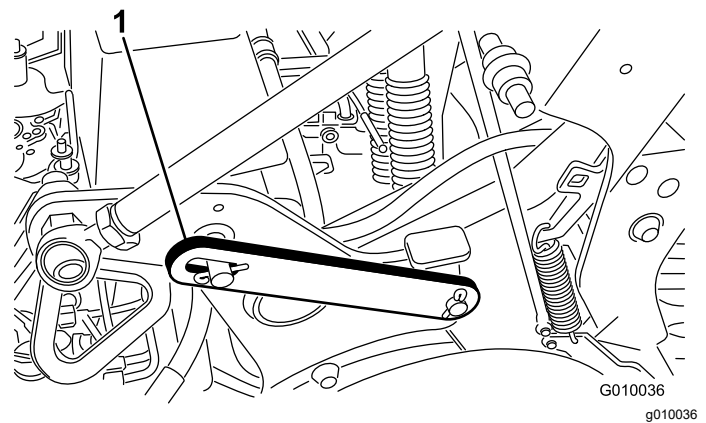

Figure 18
3. Retirez la goupille de blocage qui fixe le verrou de service en position de rangement (Figure 18).